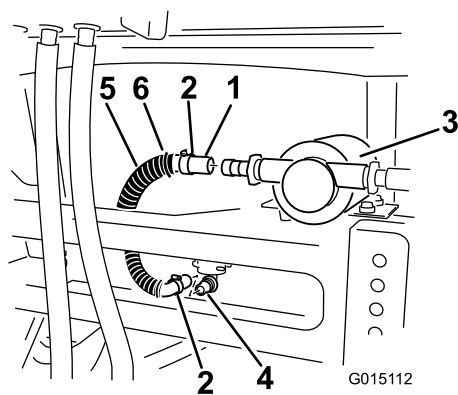

图24
- 将软管的一端接到冲洗水箱底部的 90 度 接头上 (图24)。
- 将盖子安装在泵上，并将盖子凸耳插入机架构件的槽中 (图24)。